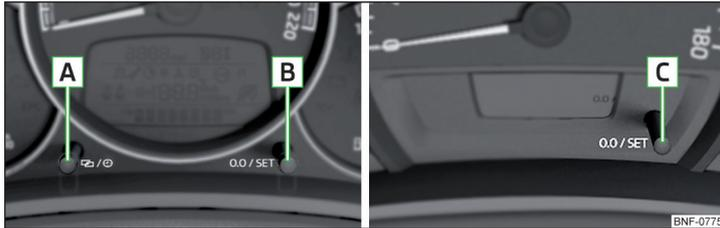

Abb. 21 Tasten im Kombi-Instrument: Variante 1 und 2 / Variante 3
- › Die Taste **[C]** gedrückt halten » Abb. 21 auf Seite 38, bis die Uhrzeit- / Außentemperaturanzeige im Display blinkt.
- › Die Taste **[A]** halten » Abb. 21, bis die Stundenanzeige im Display blinkt.
- › Die Taste **[C]** gedrückt halten » Abb. 21, bis die Uhrzeitanzeige im Display blinkt.
- › Die Taste **[B]** bzw. **[C]** drücken » Abb. 21 auf Seite 38.
➤ Den Zähler für die zurückgelegte Fahrstrecke (trip) wählen und die Taste **[B]** bzw. **[C]** halten » Abb. 21 auf Seite 38.